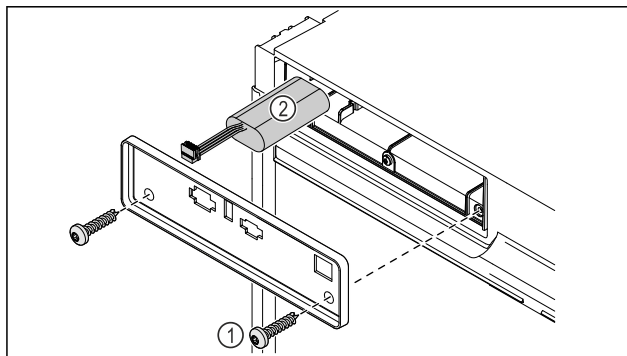

Fig. 228
- Vyšroubujte šrouby a odstraňte kryt na zadní straně spotřebiče Fig. 228 (1).
- Odpojte a vyjměte baterii Fig. 228 (2).